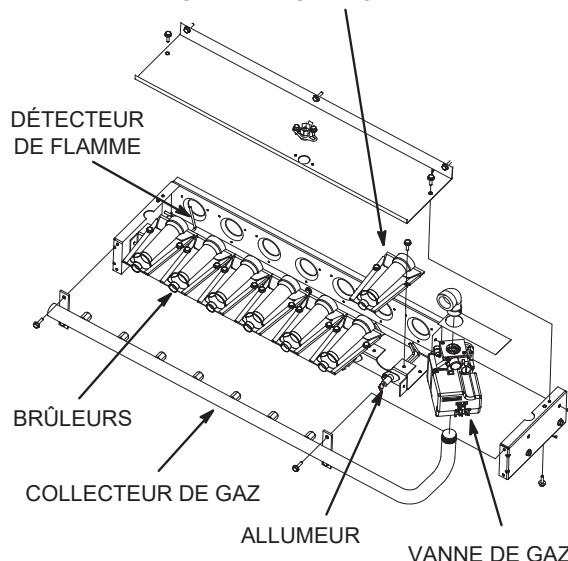

FIGURE 35
- 4 - Retirez les vis maintenant les brûleurs sur le support de brûleurs et soulevez chaque brûleur séparément ou l'ensemble brûleurs complet des orifices. Reportez-vous à la FIGURE 35. Nettoyez-les au besoin.